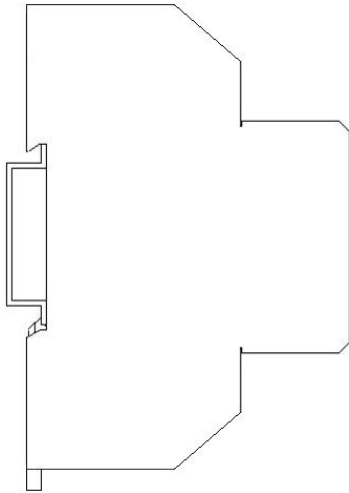
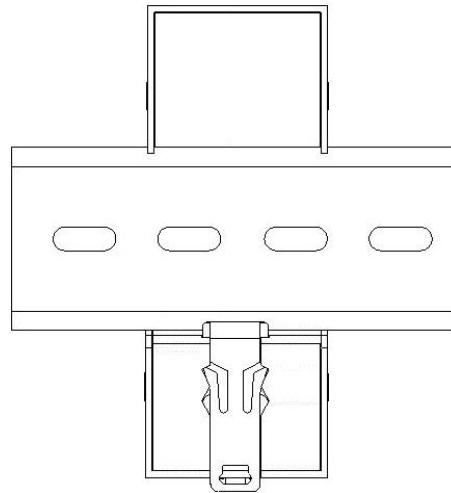

Abb. 3
Abb. 4
3. Hängen Sie das Messgerät wie in Abbildung 3 gezeigt auf der Trägerschiene ein und schieben Sie dann die Halteclip so weit nach oben, sodass das Messgerät auf der Trägerschiene, wie in Abbildung 4 dargestellt, festklemmt.